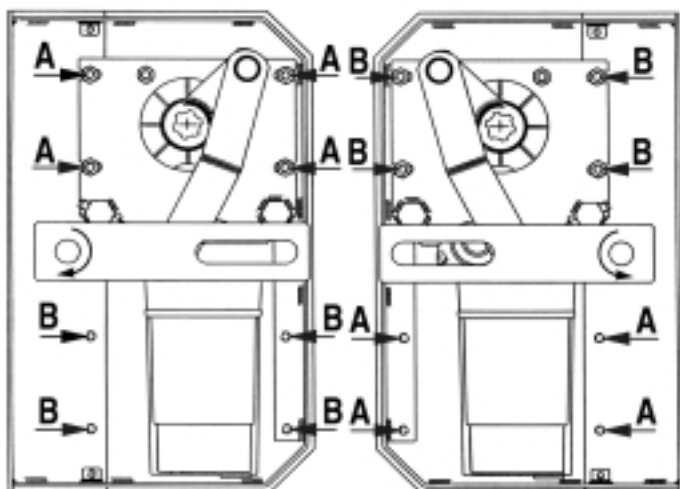

Fig. 13
- Après avoir ôté le couvercle du caisson et débranché le câble d'alimentation du moteur, extraire à la main le levier courbe de déplacement, de façon à pouvoir ouvrir le vantail (Fig.13-A/B).
- Lift the cover from the box, isolate the motor from the power supply by disconnecting the cable, then remove the curved lever: the gate can now swing freely (Fig.13-A/B).
- Die Gehäuseabdeckung abnehmen, die Stromzufuhr zum Motor unterbrechen, den Bewegungshebel von Hand herausziehen und den Flügel öffnen (Fig.13-A/B).
- Di seguito svitate i quattro dadi che fissano la piastra al cassonetto e che bloccano il riduttore in posizione (Fig.13-A/B).